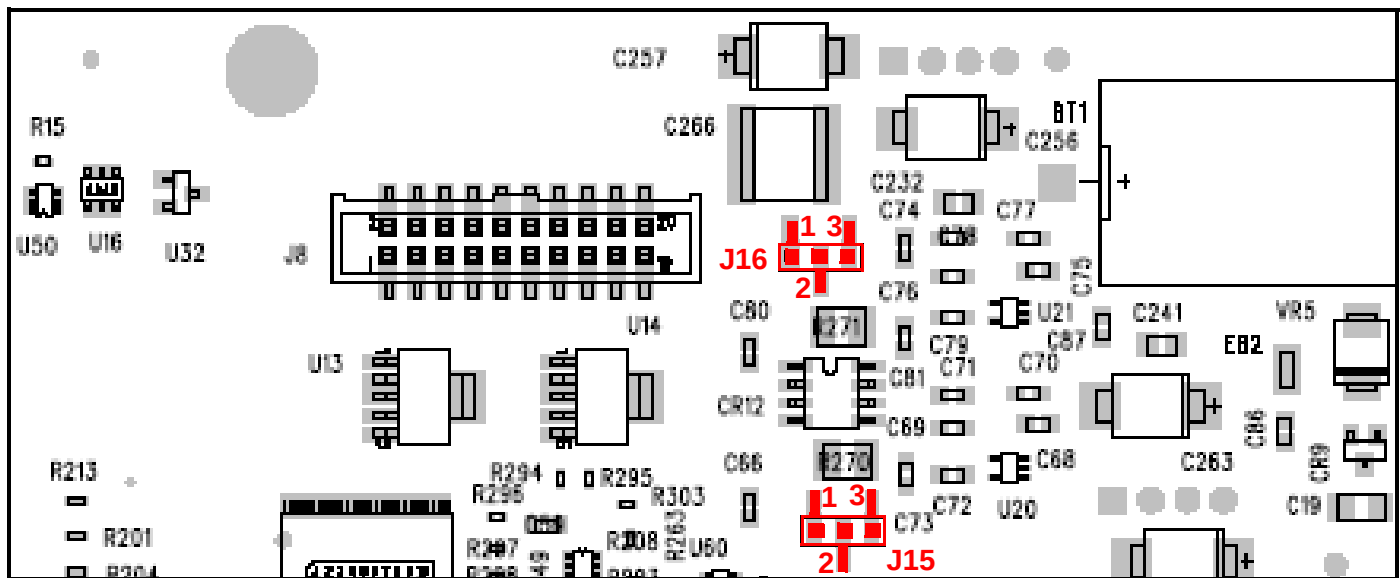

Figura 26: Terminazione in modalità RS-485 - Installare i jumper in J15 e J16, pin 1 e 2
- b. Mediante pinze a beccuccio, spostare i jumper J15 e J16 dai pin 2 e 3 (impostazione di fabbrica) ai pin 1 e 2 (vedere Figura 26 a pagina 26). J16 è la terminazione per la porta 1 e J15 è la terminazione per la porta 2. Per questa procedura si consiglia inoltre di attenersi alle normali precauzioni contro le scariche elettrostatiche, come l'uso di braccialetti di messa a terra.